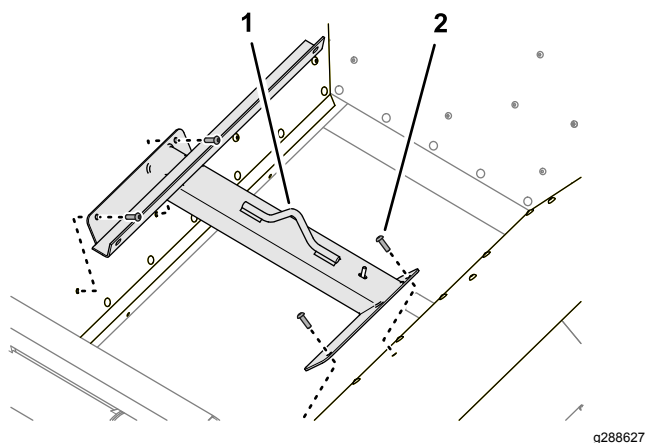

Bild 29
1. Entfernen Sie die 4 Halbrundschauben, mit welchen die Huböse an der Wand des Füllkastens befestigt ist (Bild 29).
2. Montieren Sie die Halbrundschauben in der Wand des Füllkastens und ziehen Sie die Schrauben an (Bild 29).